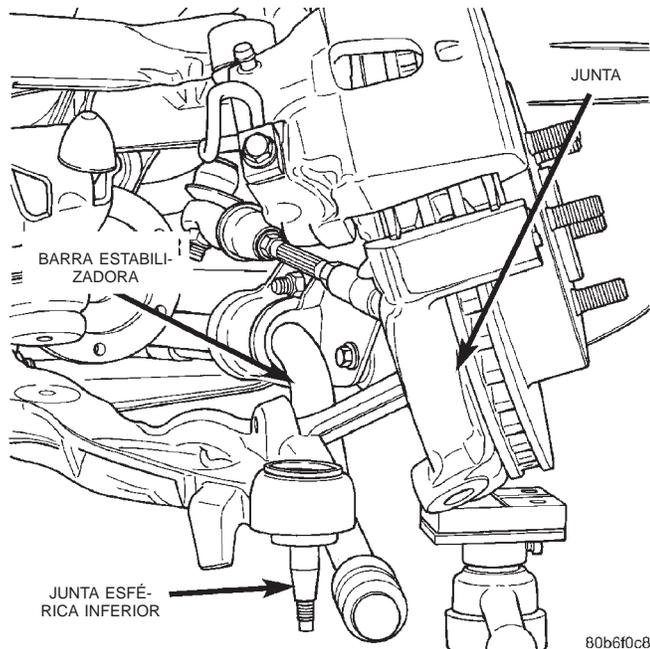

Fig. 12 Apóie a Junta
(5) Remova os retentores e os parafusos retentores da barra estabilizadora dos braços inferiores da suspensão. Desloque a barra estabilizadora dos braços inferiores da suspensão.
(6) Remova o parafuso inferior de montagem do amortecedor.
(7) Remova o parafuso de montagem do braço inferior traseiro da suspensão e desaperte o parafuso dianteiro.
(8) Remova o contrapino do cubo do eixo, a porca e a arruela de retenção.
(9) Remova os parafusos do eixo de transmissão dianteiro do flange interno da junta da C/V.
(10) Remova o eixo de transmissão dianteiro.
(11) Remova o contrapino da junta esférica inferior e a porca. Separe a junta esférica da junta com o Removedor C-4150A.
(12) Gire as rodas totalmente para a esquerda ao remover a junta esférica direita. Gire as rodas totalmente para a direita ao remover a junta esférica esquerda.
(13) Apóie a junta com um cavalete de segurança (Fig. 12) e levante o cavalete para poder alcançar a junta esférica inferior.
(14) Com um cinzel e um martelo, remova as quatro estacas do flange da junta esférica.